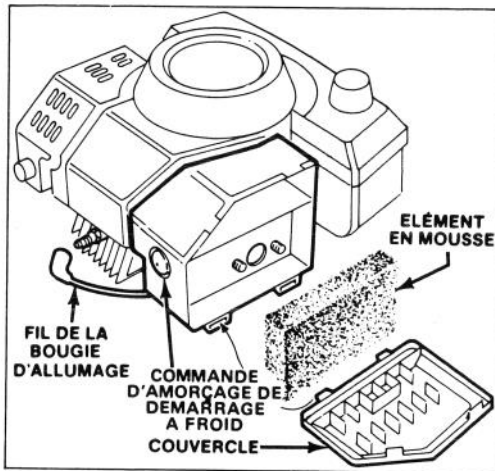

Figure 11
3. **DAMARRAGE MANUEL** — Placez la commande des gaz en position **ETRANGULEUR (CHOKE)**. Recouvrez du pouce l'orifice au centre de la commande d'amorçage et appuyez une fois sur celle-ci (Fig. 11). Tirez le démarreur manuel monté sur le moteur et réglez la commande des gaz selon le besoin quand le moteur démarre.
2. Soulevez les languettes du dessus du couvercle du filtre à air et faites pivoter le couvercle. Nettoyez soigneusement le couvercle (Fig. 11).
3. Si l'extérieur de l'élément en mousse est sale, retirez-le complètement du boîtier du filtre à air. Nettoyez-le soigneusement (Fig. 11).